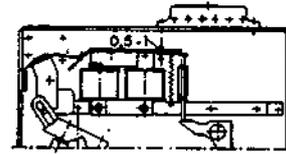

Fig. 4: Relé de mínima tensão montado em um disjuntor MEY-RAPID
1.3.7.2. Relé de mínima tensão (r) (Fig. 4)